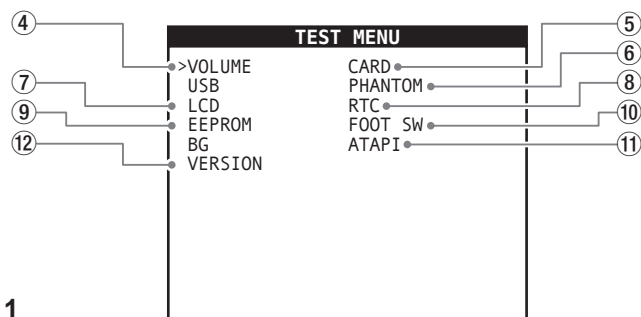

Fig 1
When the **"TEST MODE"** screen is open, press the **MENU** button at the bottom left of the screen (Fig. 1-①).
Note)\*: The **"TEST MENU"** screen shown below is for the DP-24/DP-32. For the DP-32SD, **"ATAPI"**(Fig. 1-⑫) is replaced by **"VERSION"** (Fig. 1-7).
[**TEST MODE**]画面の表示中にLCD画面左下の**"MENU"**ボタン(Fig1-①)を押す。
注)\*: 下記[**TEST MENU**]画面は、DP-24/DP-32の画面になります。DP-32SDの場合は、**"ATAPI"**(Fig1-⑫)の表示が**"VERSION"**(Fig1-⑦)表示になります。以降、[**TEST MENU**]画面説明は、DP-24/DP-32で説明します。
MENU	(Fig1-①)
JOG/DATA dial	(Fig1-②)
JOG/PLAY	(Fig1-③)
VOLUME	(Fig1-④)
When the cursor (>) is at this position, press the JOG/PLAY button (Fig. 1-③) to open the TRACK FADER/STEREO FADER/MONITOR LEVEL operation confirmation screen.
カーソル">"がこの位置で JOG/PLAY ボタン(Fig1-③)を押すと、TRACK FADER / STEREO FADER / MONITOR LEVELの動作確認画面に移動する。
CARD	(Fig1-⑤)
When the cursor (>) is at this position, press the JOG/PLAY button (Fig. 1-③) to open the SD card information and function and confirmation screen.
カーソル">"がこの位置で JOG/PLAY ボタン(Fig1-③)を押すと、SDカードの情報と機能確認画面に移動する。
PHANTOM	(Fig1-⑥)
When the cursor (>) is at this position, press the JOG/PLAY button (Fig. 1-③) to open the PHANTOM (+48V) power output test screen.
カーソル">"がこの位置で JOG/PLAY ボタン(Fig1-③)を押すと、PHANTOM (+48V)電源の出力テスト画面に移動する。
LCD	(Fig1-⑦)
When the cursor (>) is at this position, press the JOG/PLAY button (Fig. 1-③) to open the LCD function test screen.
カーソル">"がこの位置で JOG/PLAY ボタン(Fig1-③)を押すと、LCD画面の機能テスト画面に移動する。
RTC	(Fig1-⑧)
When the cursor (>) is at this position, press the JOG/PLAY button (Fig. 1-③) to open the real-time clock confirmation screen.
カーソル">"がこの位置で JOG/PLAY ボタン(Fig1-③)を押すと、リアルタイムクロック確認画面に移動する。
EEPROM	(Fig1-⑨)
When the cursor (>) is at this position, press the JOG/PLAY button (Fig. 1-③) to open the EEPROM operation confirmation screen.
カーソル">"がこの位置で JOG/PLAY ボタン(Fig1-③)を押すと、EEPROMの動作確認画面に移動する。
FOOT SW	(Fig1-⑩)
When the cursor (>) is at this position, press the JOG/PLAY button (Fig. 1-③) to open the operation confirmation screen for the control switches of the RC-3F or RC-20 connected to the remote jack on the front of the unit.
カーソル">"がこの位置で JOG/PLAY ボタン(Fig1-③)を押すと、本機正面のリモート端子に接続した[ RC-3F ]または[ RC-20 ]のコントロールスイッチの動作確認画面に移動する。
ATAPI : (DP-24/DP-32)	(Fig1-⑪)
When the cursor (>) is at this position, press the JOG/PLAY button (Fig. 1-③) to open the built-in optical drive information confirmation screen.